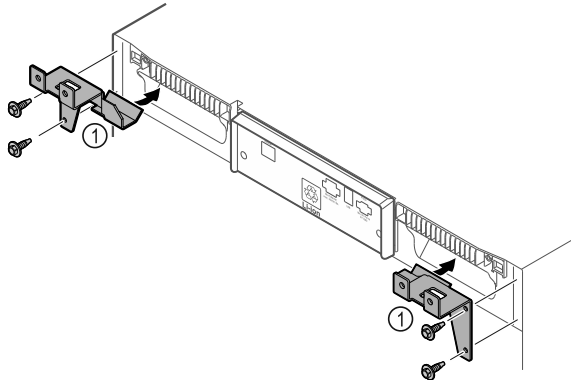

Fig. 8
- ▶ Halteteile Fig. 8 (1) mit selbstschneidenden Schrauben am Gerät montieren.